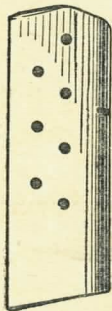

Рис. 68. Магазин
**103. Магазин** (рис. 68) служит для помещения восьми патронов; он состоит из коробки, подавателя, пружины подавателя, крышки и задержки крышки.